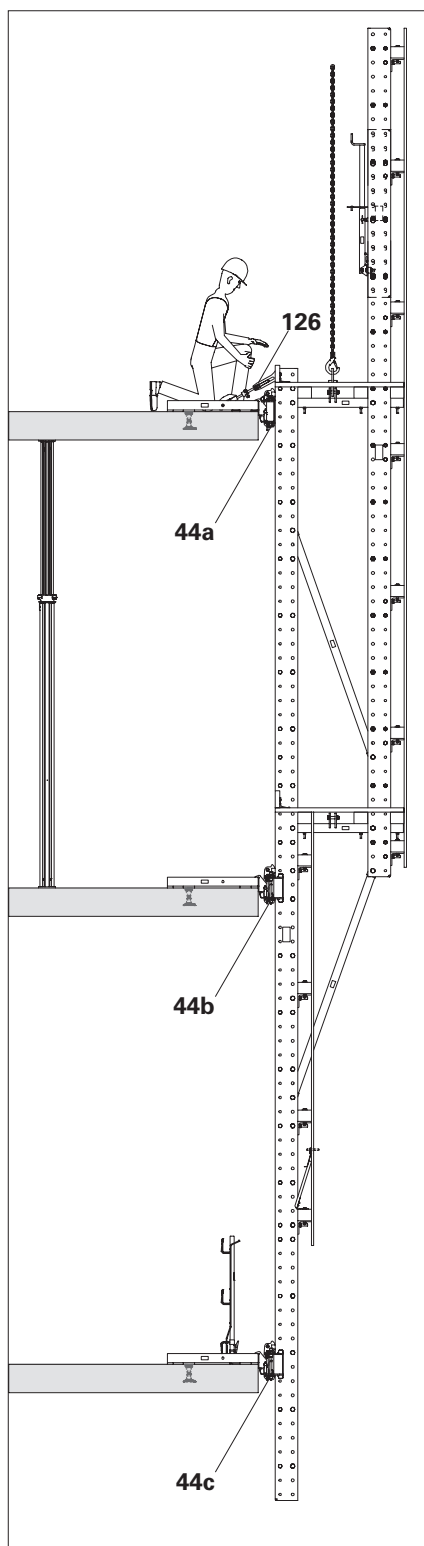

Fig. D3.02
6. Abbassare l'unità del sistema di ripresa finché i distanziatori non sostengono completamente il carico sui nottolini di ripresa del dispositivo di sospensione centrale (**44b**). (Fig. D3.02)